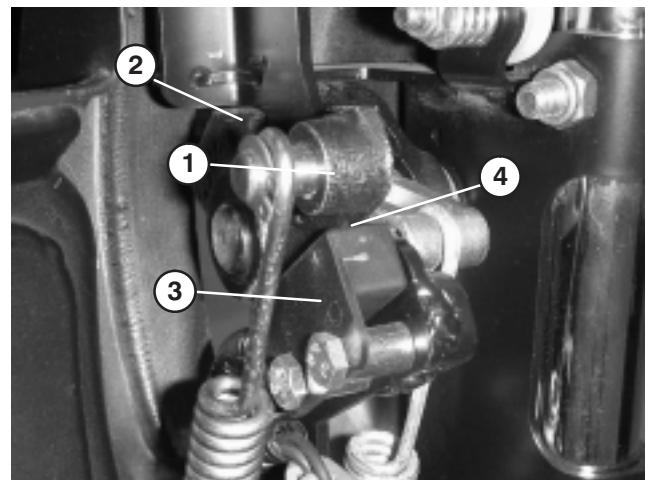

Bild 50
2. Legen Sie den Fahrantriebshebel ein, bis er den Neutral-Stopp berührt (Bild 50).
3. Lösen Sie die Befestigungsschrauben des Sicherheitsschalters (Bild 50).
4. Legen Sie eine 0,8 mm dicke Beilagscheibe zwischen dem Fahrantriebshebel und dem Sicherheitsschalter (Bild 50).